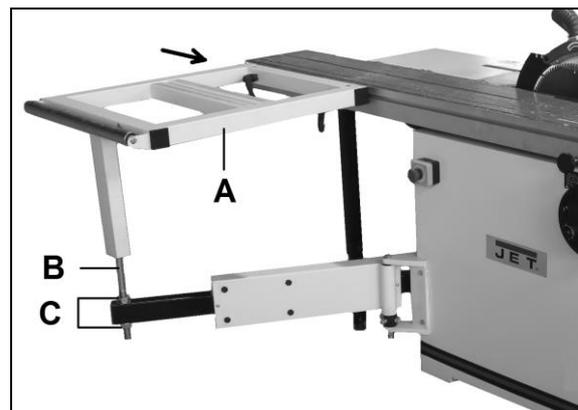

Abb. 15
Den Querschleiten (A, Abb. 15) am Teleskoparm abstützen (B).